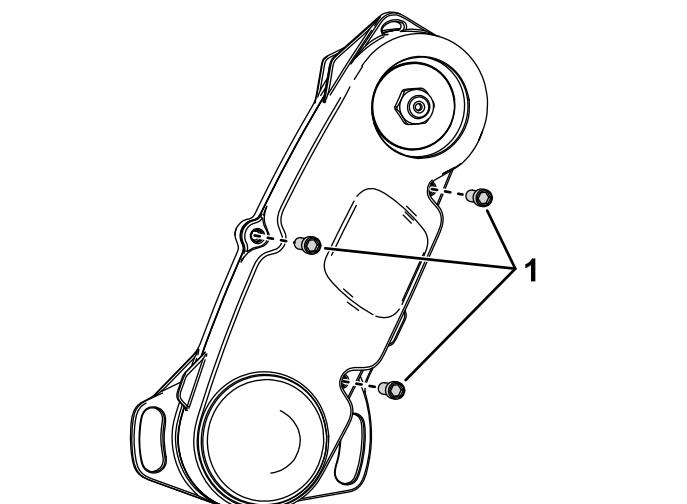

Рисунок 6
2. Установите приводную ступицу на ведущий шкив привода барабана в сборе (Рисунок 6).
7. Установите крышку на привод барабана в сборе с помощью болтов, снятых при выполнении пункта 2; см. Рисунок 6.